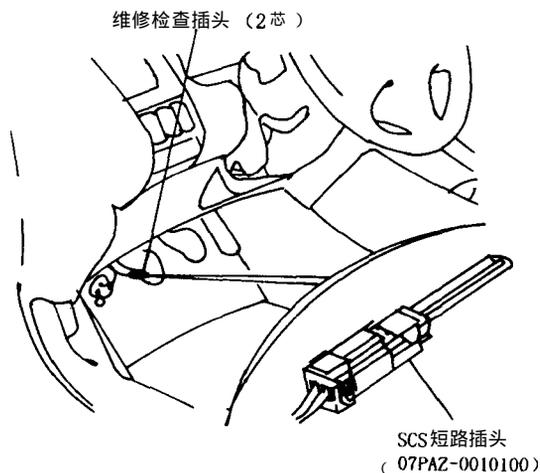

图 2-13 读取故障代码
(2) 利用自诊系统读取故障码。见图 2-13 用连接线 短路接头 与位于驾驶员侧仪表板下方的维修检查头（2 芯）连接，在不踩制动踏板的情况下（若踩制动踏板，将清除故障码），接通点火开关，然后即可通过 ABS 指示灯读取故障代码。故障码为 61，即点火电压不良。
(3) 为了检验是否为偶发故障，首先进行清码。操作方法与读取故障码时基本相同，只是在接通点火开关之前将制动踏板踩下，待 ABS 指示灯熄灭后松开制动踏板，